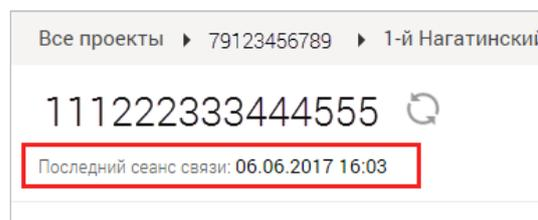

Рис. 14. Последний сеанс связи.
4. В меню **УСПД** → **Конфигурация** в строке **Последний сеанс связи** появятся дата и время последнего нажатия (Рис. 14). Если данные не отобразились, нажмите кнопку **Обновить**.